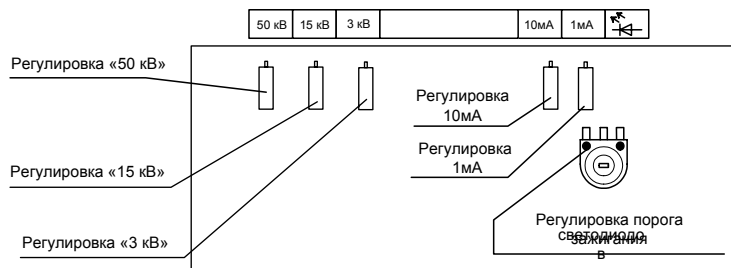
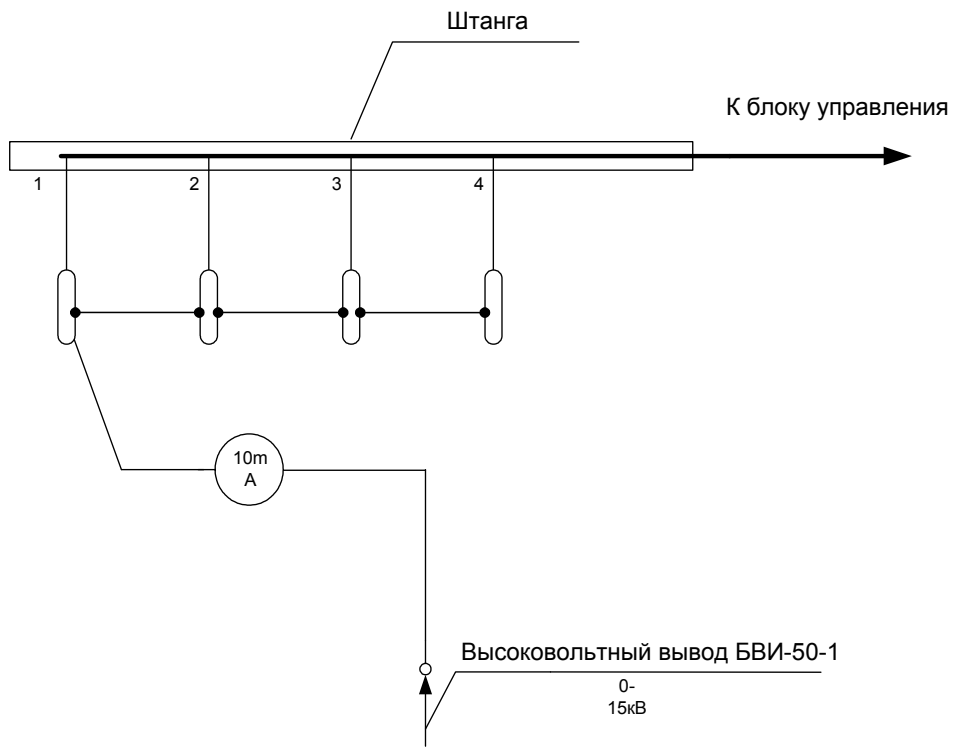

Рис. 2. Схема размещения регулировочных резисторов на плате А2 (Узел управления 2) блока управления.
Рис.3. Схема подключения блока БВИ-50-1 при регулировке порога зажигания светодиодов
- Отрегулировать показания киловольтметра стенда регулировочным резистором «3кВ», расположенным на плате А2 блока управления (см. рис.2). Плата закреплена на правой боковине блока управления.
- Отрегулировать показания киловольтметра стенда регулировочным резистором «15кВ», расположенным на плате А2 блока управления (см. рис.2). Плата закреплена на правой боковине блока управления.
- Включить сектор стенда - «50кВ» и установить желаемое напряжение, контролируя его значение **по образцовому киловольтметру**. При необходимости отрегулировать показания киловольтметра стенда регулировочным резистором «50 кВ», расположенным на плате А2 блока управления (см. рис.2). Плата закреплена на правой боковине блока управления.
- Установить необходимое значение выходного тока **по образцовому миллиамперметру** в пределах 0 – 1 мА. **При нажатой кнопке** произвести регулировку миллиамперметра стенда регулировочным резистором «1мА», расположенным на плате А2 (см. рис.2). Плата закреплена на правой боковине блока управления.
- Установить необходимое значение выходного тока **по образцовому миллиамперметру** в пределах 0 – 10 мА. При необходимости произвести регулировку миллиамперметра стенда регулировочным резистором «10мА», расположенным на плате А2 (см. рис.2). Плата закреплена на правой боковине блока управления.
- Собрать схему, изображенную на рис.3. Переключателем «Ток утечки» включить любой из каналов «1» - «4». Включить сектор «15кВ». Установить выходной ток **6,0 мА**. Резистором, расположенным на плате А2 (см. рис.2) отрегулировать порог зажигания светодиода включенного канала.